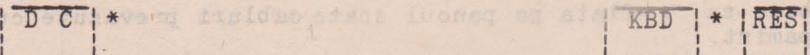

Fig.1 Modul de cuplare al cablurilor de alimentare și de tastatură și de disc
**ATENTIE:** Avind in vedere ca pe spatele Unitatii de Baza conectorii KBD si DC sunt de acelasi tip si ca inversarea cablurilor ce trebuie cuplate poate duce la defecte in sistem, se recomanda parcurgerea schemei de cuplare din Fig 1.